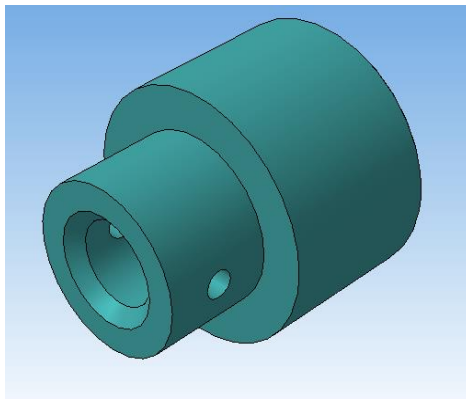

Рисунок 26
17. В результате получается рисунок 26.